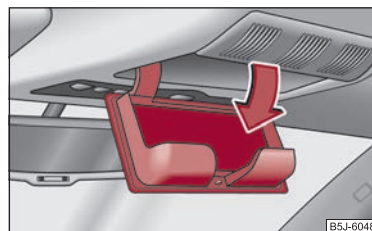

Abb. 79 Ausschnitt des Dachhimmels: Ablagefach für Brille
- Drücken Sie auf den Deckel des Ablagefaches, das Ablagefach klappt nach unten auf ⇒ Abb. 79.